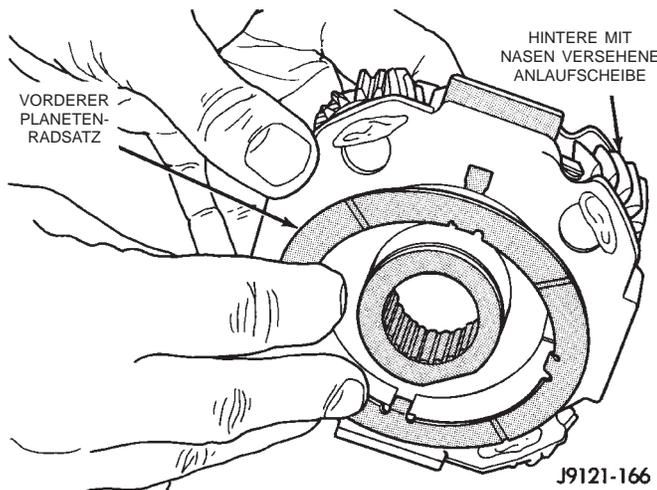

Abb. 158 Hintere Anlaufscheibe an vorderem Planetenradsatz anbringen
(13) Hintere Anlaufscheibe an vorderem Planetenradsatz anbringen (Abb. 158). Ausreichend Vaseline verwenden, um die Scheibe in Einbaulage zu fixie-